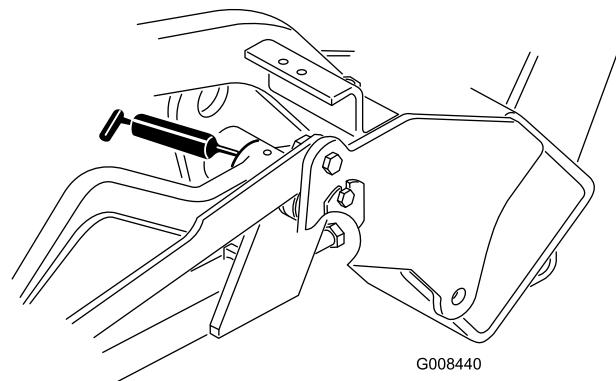

Figura 27
- Bracci di sollevamento (3) (Figura 27)